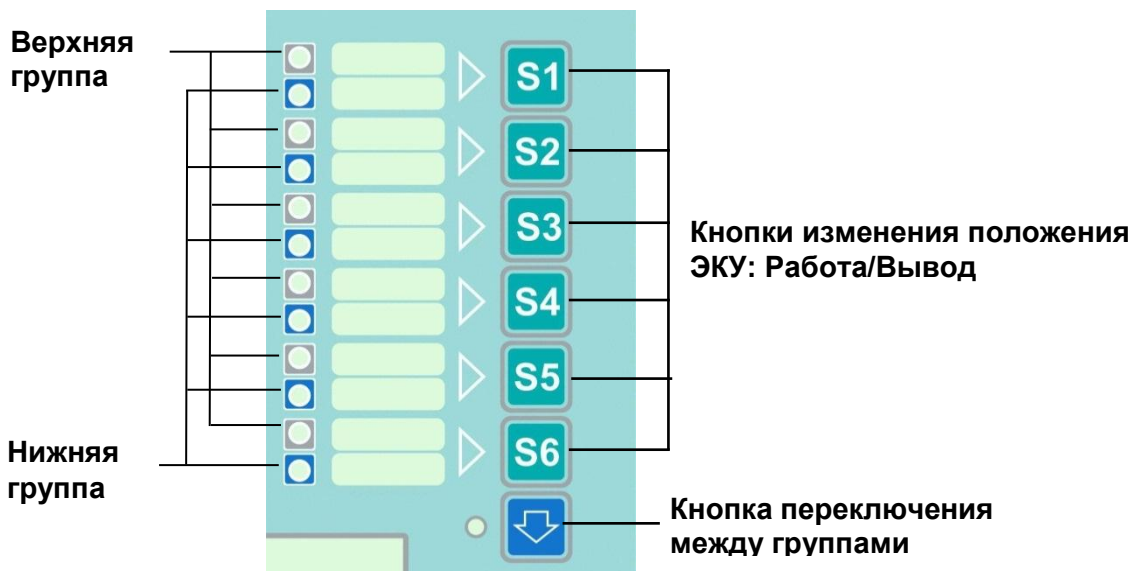

Рисунок 2 – ЭКУ
2.4.2.3.1 На лицевой панели терминала с горизонтальным расположением дисплея (см. рисунки 64 а), 65) могут располагаться ЭКУ (см. рисунок 2). Наличие и количество (6 или 12 шт.) ЭКУ определяется проектом. ЭКУ является аналогом оперативного ключа управления на двери шкафа РЗА. ЭКУ предназначен для оперативного изменения режимов работы функций РЗА терминала.
2.4.2.3.2 ЭКУ состоит из двух групп: верхняя и нижняя (см. рисунок 2). ЭКУ каждой группы может находиться в двух положениях: «РАБОТА»/«ВЫВОД». Светодиоды отображают текущее положение: в положении ЭКУ «РАБОТА» светодиод горит, в положении «ВЫВОД» не горит. В случае неиспользования кнопок ЭКУ в проекте, светодиоды с ЭКУ имеют назначения, приведенные в функциональной схеме терминала.